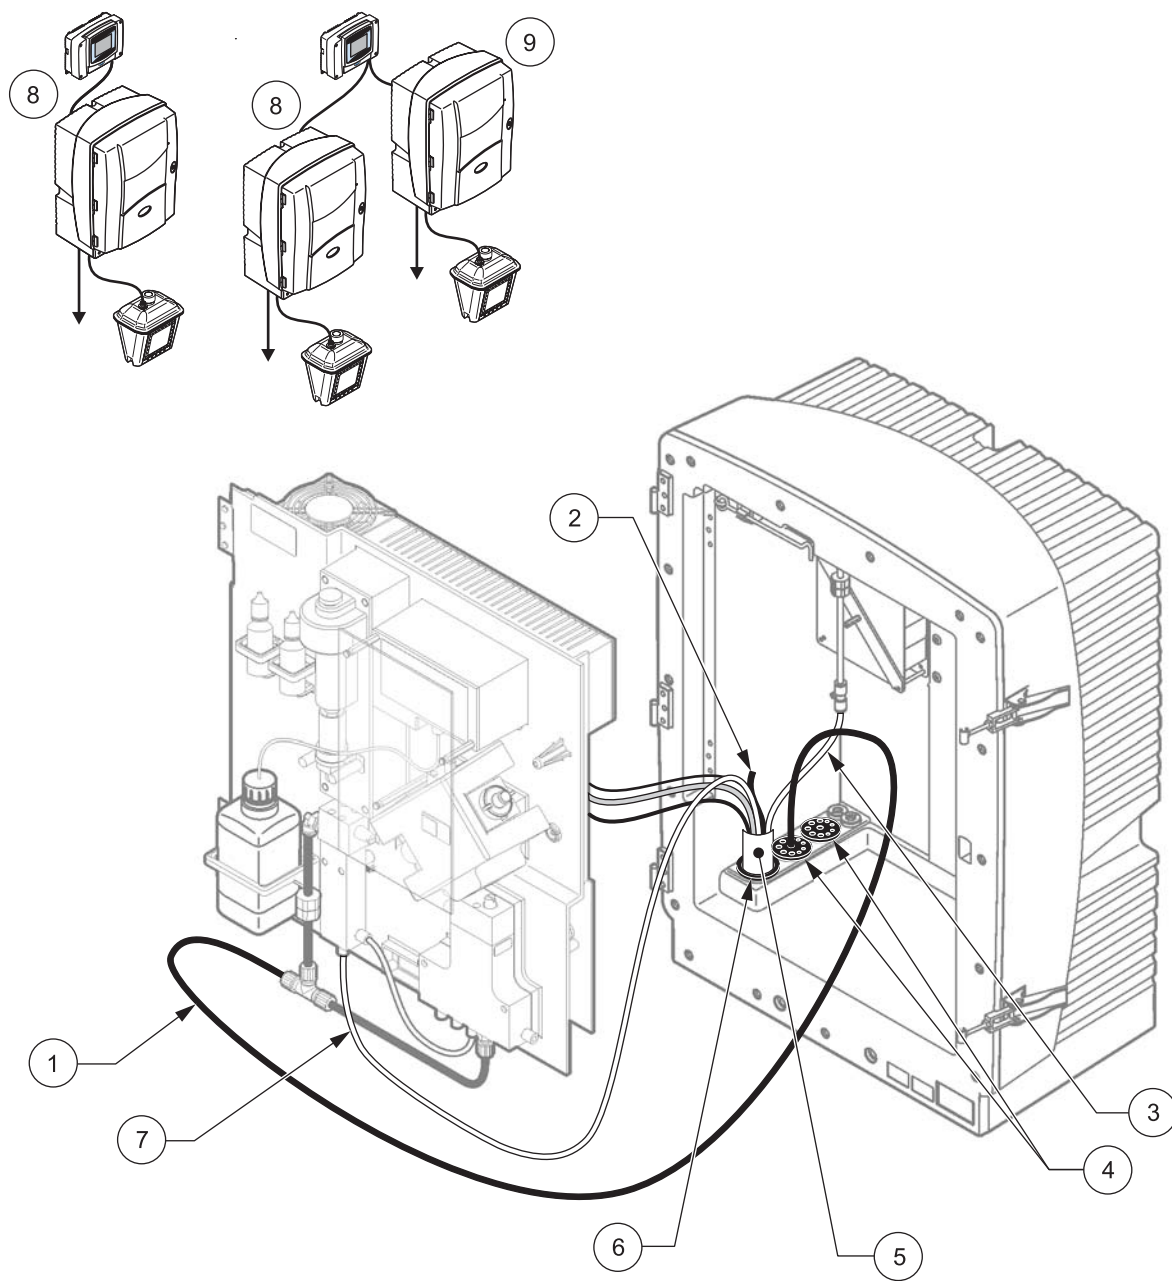

图 29 选项 7 设置
请参考图 29 以及选项 7 的以下说明：
2. 通过分析器开口引出过滤器探头 sc 软管（取样管、电缆和排放管）（图 29，项目 4）。使用 2 号密封塞加固。